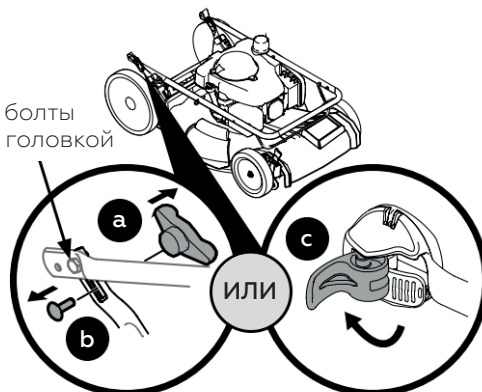

Рис. 1
1. Удалите гайки-барашки (a) и болты крепления (b) из рукоятки или, если газонокосилка оборудована рукояткой управления с фиксаторами (c), то перейдите к пункту 2 (рис. 1).